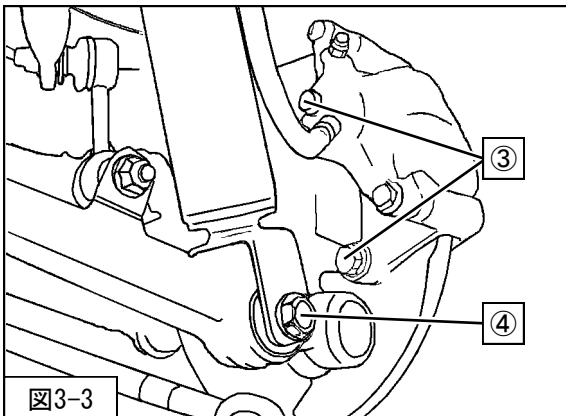

図3-3
4. ③キャリパー取付ボルトを取外し、キャリパーを取外してホースが引っ張られない位置で保持してください。(図3-3)
5. ④リアサスペンションASSYロア取付ボルト・ナットを取外してください。(図3-3)